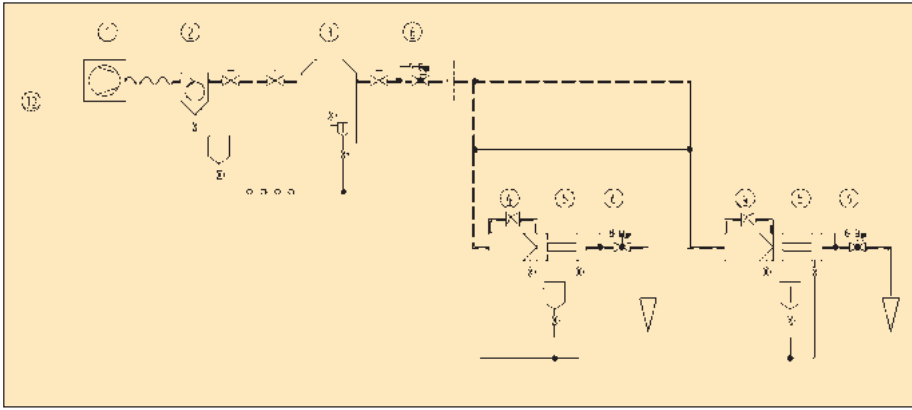

Abb. 6: Druckluftaufbereitung für Anwendungen mit Kontakt zum Produkt bei verunreinigtem Netz.
2.2 Verunreinigtes Netz. Art und Anzahl der Aufbereitungsstufen gleichen denen unter 2.1, nur sollten hier Öl- und Feststoffanteile wiederum dezentral vor jedem einzelnen Verbraucher entfernt werden (Abb. 6).